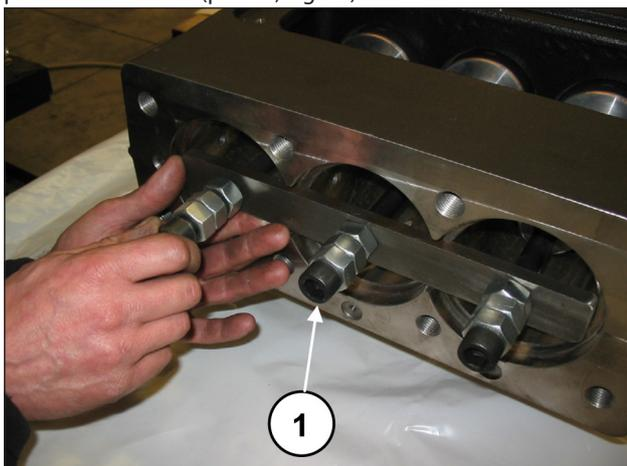
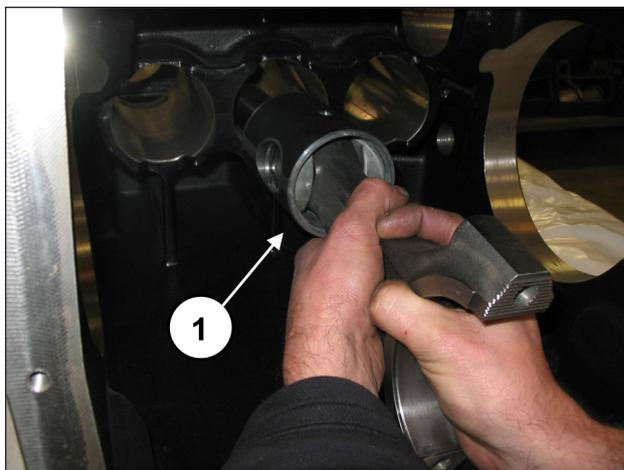
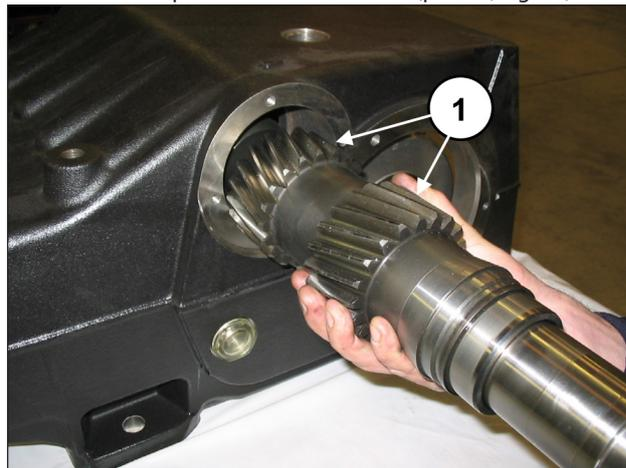

Fig. 41
Fig. 42
Fig. 56
Aflojar los tornillos de la herramienta cód. 27566200 para desbloquear las bielas (pos. ①, Fig. 41) y, a continuación, extraer los grupos biela-guía del pistón por la abertura posterior del cárter (pos. ①, Fig. 42).
Comprobar que el cárter esté limpio e introducir el grupo semibiela-guía pistón dentro de las levas del cárter (pos. ①, Fig. 42).
Bloquear los tres grupos con la herramienta cód. 27566200, (pos. ①, Fig. 41).
Desmontar la herramienta que bloquea las bielas cód. 27566200, (pos. ①, Fig. 41) y deslizar las bielas hacia atrás hasta que hagan tope en el eje acodado. Introducir el eje PTO premontado dentro del cárter (pos. ①, Fig. 56) desde la parte opuesta a la que se han premontado la anilla externa del cojinete y el casquillo de lubricación de los cojinetes.
Introducir el eje acodado PTO en el cárter de manera que los dientes estén orientados como se indica en la Fig. 56.
Bloquear los tres grupos de biela con la herramienta cód. 27566200, (pos. ①, Fig. 41).